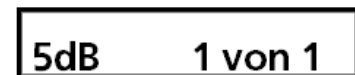

Bild 20 Inkrement-Anzeige
- Wurde die Antwort als gültig gewertet, so erhöht sich die in der Mitte angegebene Zahl der erkannten Inkremente um eins. Auch die Zahl der gesamt abgegebenen Inkremente erhöht sich entsprechend, wie im Beispiel Bild 20 gezeigt.